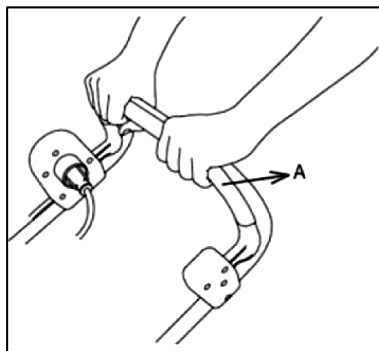

Рис. 17
- Двигатель включится и начнется вращение шнека (рис. 17).